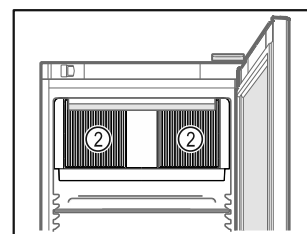

Fig. 48
- Sørg for at cirkulationsblæserens ventilationsåbninger *Fig. 48 (2)* i det indvendige rum altid er frie.